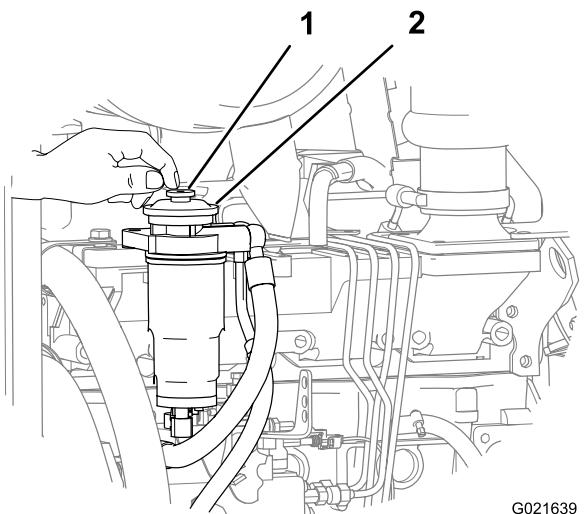

Рисунок 56
4. Найдите кнопку прокачки в верхней части переходника топливного фильтра тонкой очистки (Рисунок 56).
5. Нажимайте и отпускайте кнопку прокачки повторно, пока не почувствуете сопротивление при ее нажатии (Рисунок 56).